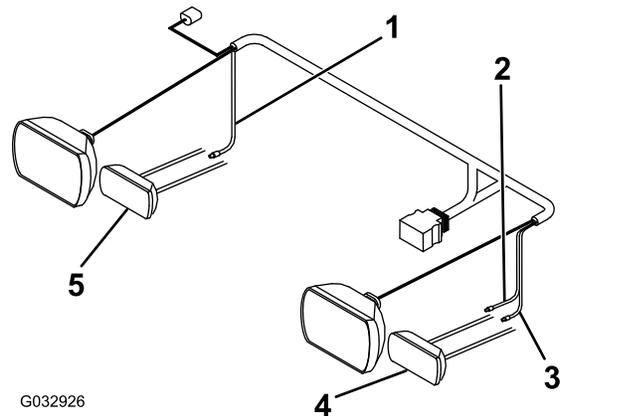

Bild 15
- Schließen Sie das rosa Kabel vom langen Kabelbaum mit einer Spleißverbindung am rechten Blinker an (Bild 15).
- Schließen Sie das lila Kabel vom langen Kabelbaum mit einer Spleißverbindung am linken Blinker an (Bild 15).
- Schließen Sie das gelbe Kabel vom langen Kabelbaum mit einer Spleißverbindung am linken Parklicht an (Bild 15).